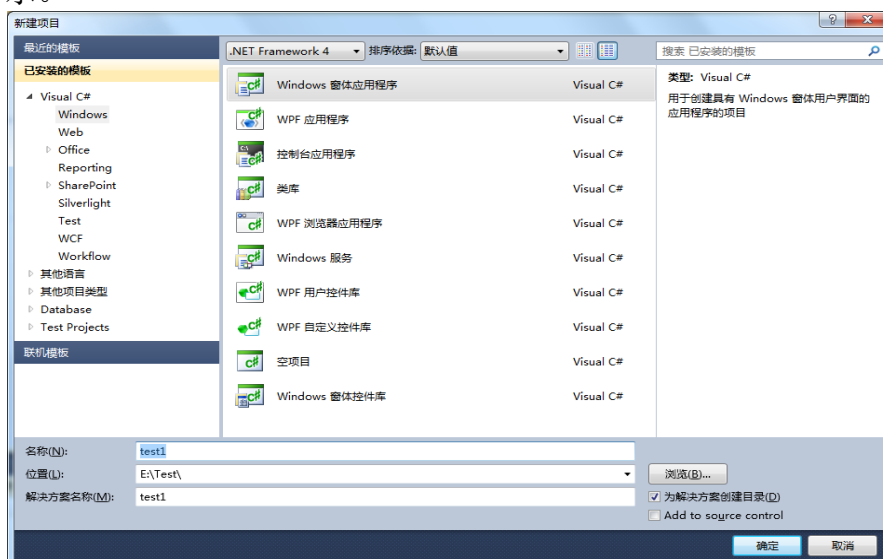
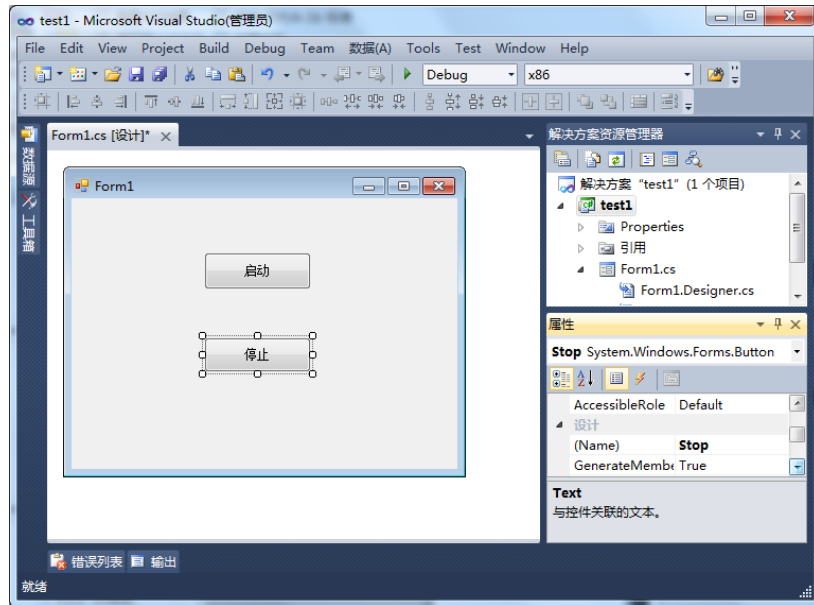

图 6.12 新建 Windows 窗体应用程序
图 6.13 修改对话框
2) 打开 C#，新建一个“Windows 应用窗体程序”，并将名称修改为“test1”，如图 6.12 所示。在对话框上添加按钮“启动”和“停止”，并将其名称分别修改为“Start”和“Stop”，如图 6.13 所示。